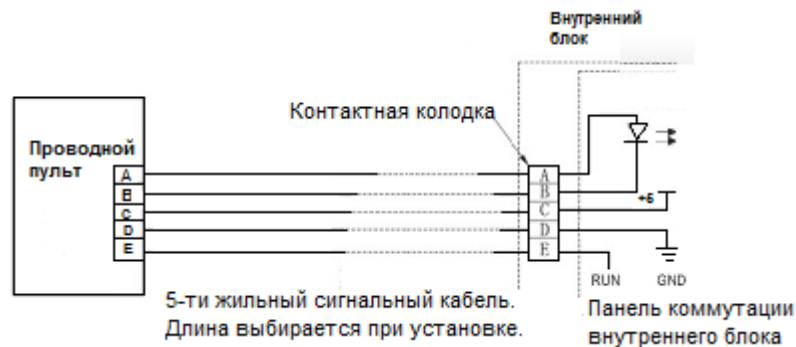

Рис.2-5
- Электрическая схема подключения проводного пульта к внутреннему блоку (рис.2-5):